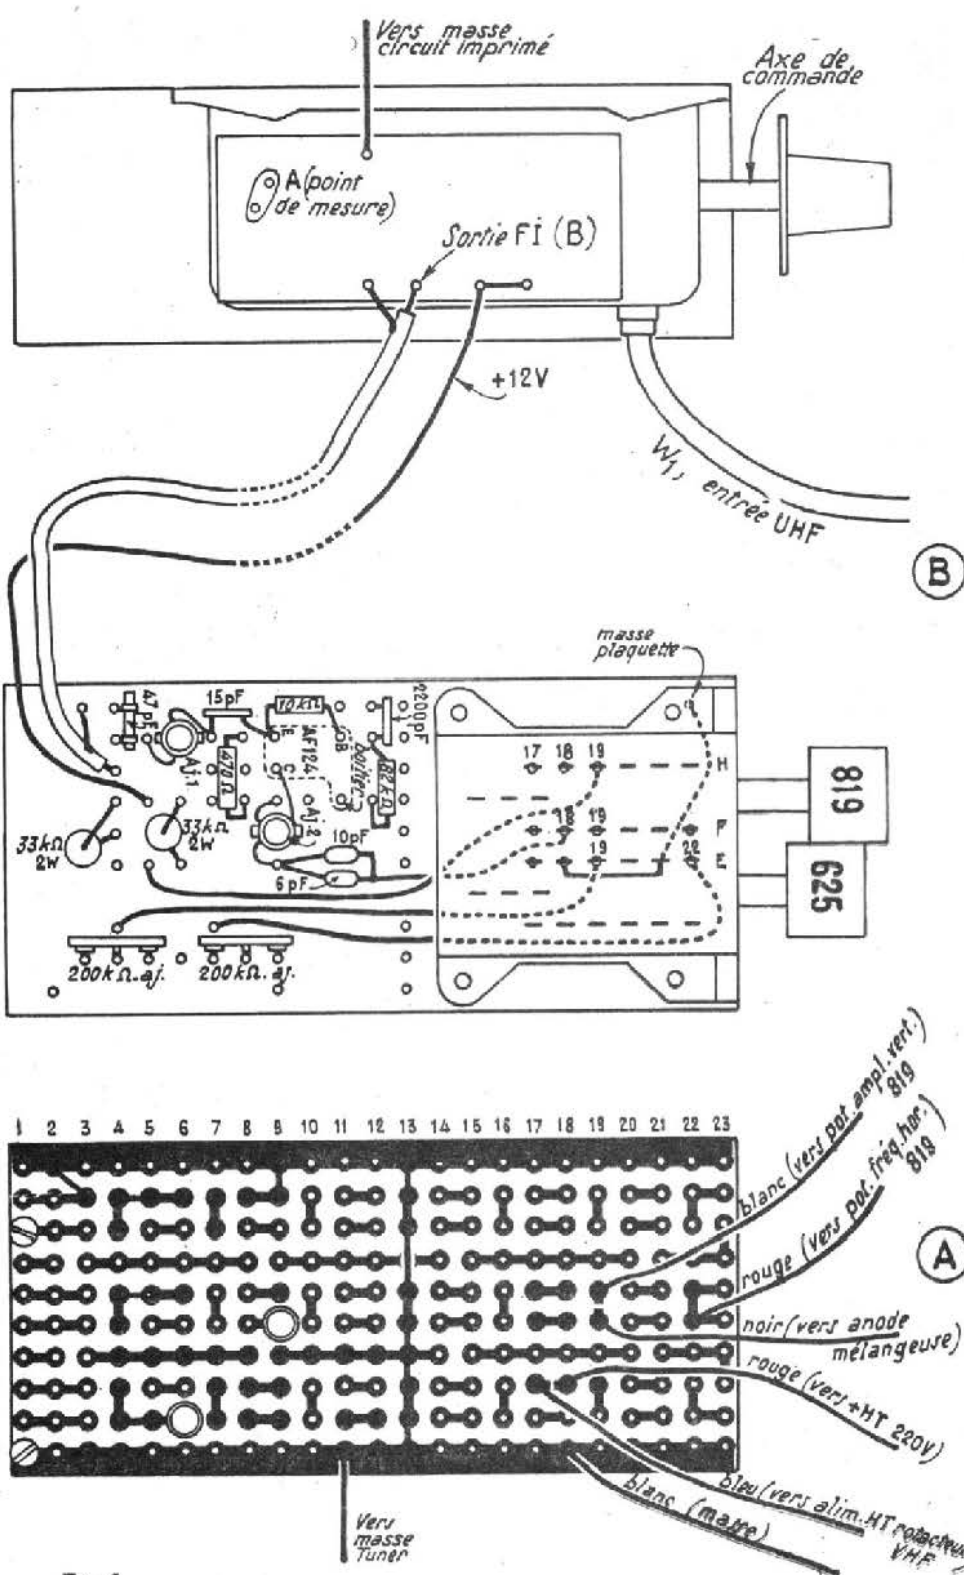

FIG. 3
On fixera ensuite le tuner sur le châssis-équerre métallique lui servant de support. Cette fixation s'effectue à l'aide de trois vis. On procède ensuite au câblage de l'amplificateur F.I. lui-même. Pour cela un circuit imprimé universel est fourni (fig. 3 a). Effectuer tout d'abord le câblage du contacteur à poussoir. Sur la figure 3 b, représentant la partie supérieure de la plaquette à circuit imprimé, le contacteur est fixé par la partie inférieure de certaines de ses coses, que l'on voit par transparence, au circuit imprimé. Ces coses sont repérées par des chiffres et des lettres, indiquant les coordon-
nées de fixation par rapport à la partie cuivrée du circuit imprimé (fig. 3 a). Les coses du contacteur ne portant aucune mention particulière ne sont pas à souder au circuit imprimé. Elles resteront libres ou seront reliées, comme indiqué par les liaisons en pointillés, à d'autres éléments sur la plaquette. Lorsque le contacteur aura été câblé et fixé, procéder au câblage des autres éléments de la plaquette. Les bobinages sont fournis prêts à l'emploi sur le circuit même. On effectuera ensuite les liaisons indiquées à la figure 3 a sur la partie cuivrée du circuit universel. Lorsque le câblage de la
— Mettre la sortie F.I. (B) à la masse (fig. 3).